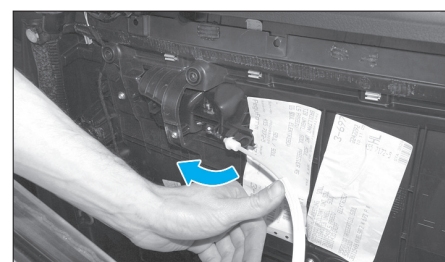

Fig. 36
- Dégrafer fermement la garniture aux endroits indiqués (2).
- Dégrafer le câble d'ouverture de porte de la garniture (Fig.36).